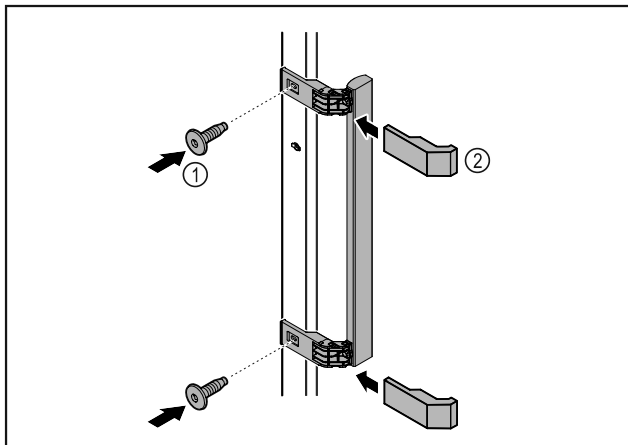

Fig. 8
- ▶ Montirajte ručku iz vrećice s priborom s pomoću priloženih vijaka Fig. 8 (1) na vrata.
- ▶ Postavite poklopac Fig. 8 (2).